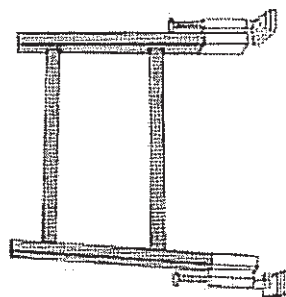
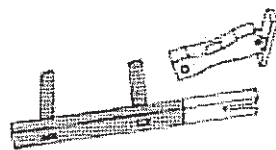

Fig. 34 - Zoccoli inclinabili regolabili in altezza
Fig. 35 - Zoccoli inclinabili sfilabili per tronchi successivi al primo
- Se si tratta del primo tronco, uno o due degli zoccoli fissi può essere del tipo schematizzato in fig. 34 con regolazione dell'altezza mediante vite. Nel caso di appoggio a terra di uno dei tronchi successivi, si provvede fissando ai montanti degli zoccoli sfilabili (fig. 35); questi mediante l'introduzione di spessori, consentono di livellare la scala anche per dislivelli notevoli (10%);